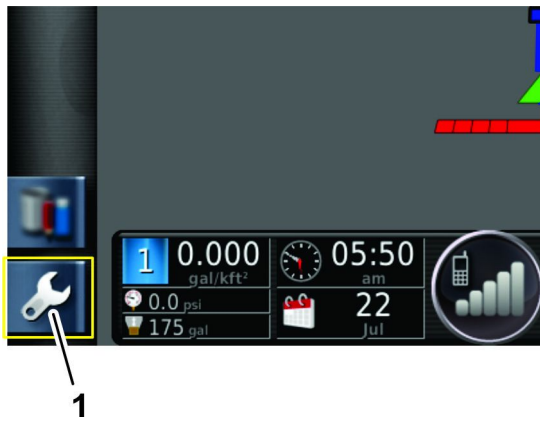

Figura 246
3. Pulse el icono CONFIGURACIÓN de la pantalla principal (Figura 246).